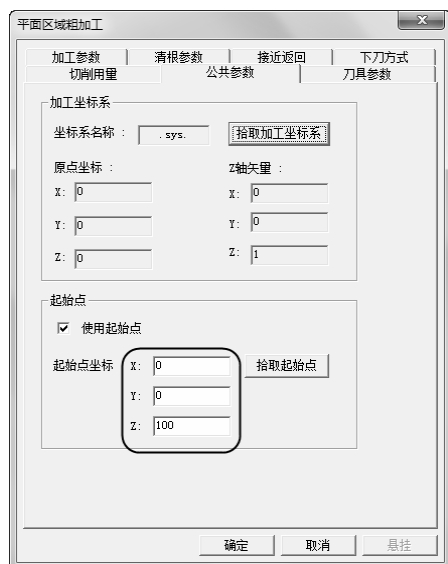

图 2-22 “公共参数”选项卡
6) 单击“公共参数”选项卡，勾选“使用起始点”，具体“起始点坐标”参数数值如图 2-22 所示。